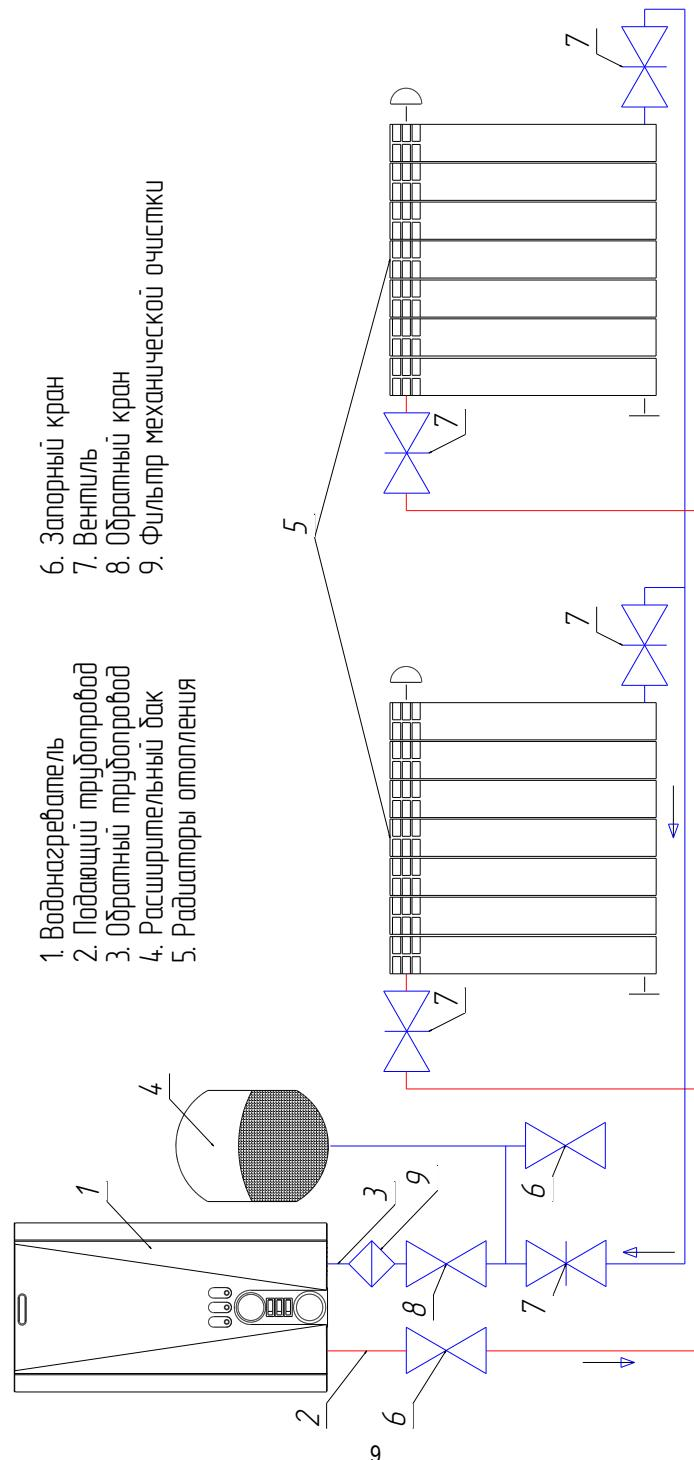

Рис.5 Рекомендуемая схема подключения
- Подсоединить водонагреватель к системе отопления (см. Рис.5). После монтажа систему отопления следует промыть, заполнить рабочей жидкостью и опрессовать. Выпустить воздух из системы и устраниТЬ протечки.